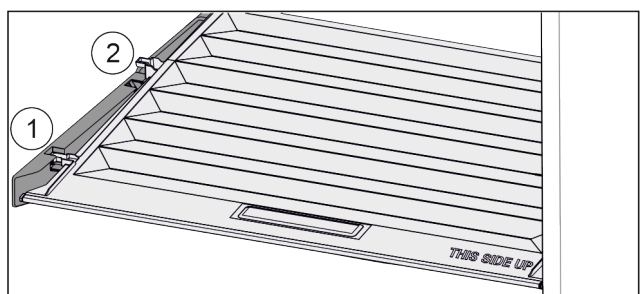

Fig. 94
- Wenn Schubfächer entnommen sind: Deckel bis zur Öffnung in den Halteteilen nach vorne ziehen Fig. 94 (1).